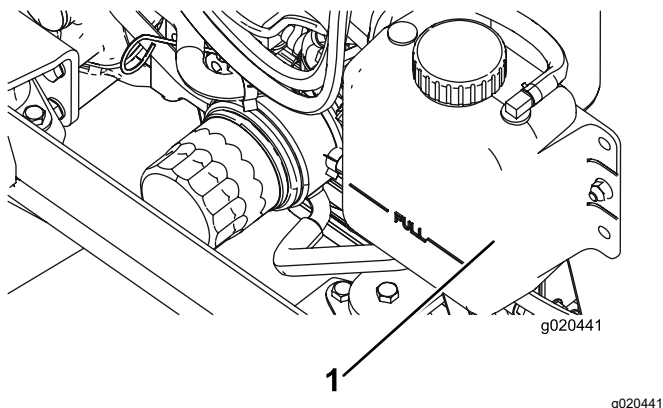

Figura 109
1. Togliete con cautela il tappo del radiatore e il tappo del serbatoio di espansione (Figura 109).